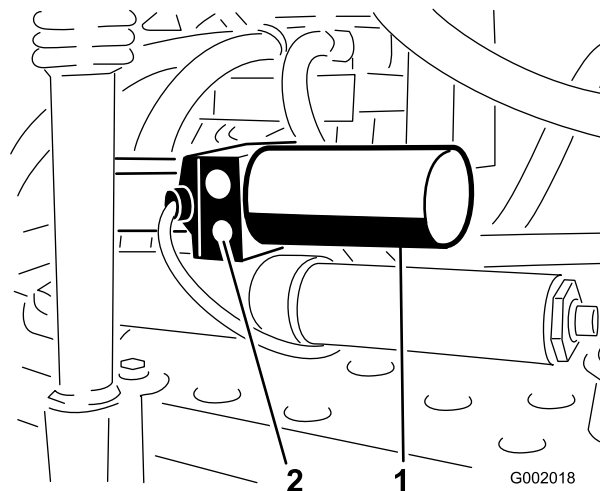

Figura 71
1. Coloque a válvula de descarga manual no accionador para cada rampa. A válvula de descarga manual é a válvula de descarga mais pequena e encontra-se num dos lados do corpo do accionador (Figura 71).